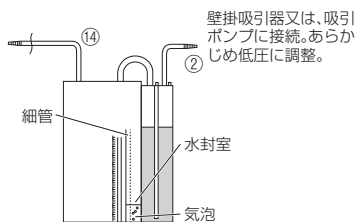

図3
- 1) 吸引装置接続チューブ②を吸引装置へ接続する。(図3)